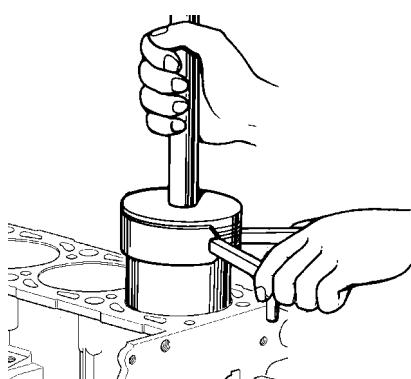

Рис. 4.64. Приспособление для установки поршня с кольцами в цилиндр
- наденьте на болты шатунов предохранительные латунные наконечники, сожмите кольца приспособлением (рис. 4.64) или, пользуясь конусным кольцом, вставьте поршень в цилиндр. Перед установкой поршня следует еще раз убедиться, что номера, выбитые на шатуне и его крышке, соответствуют порядковому номеру цилиндра, проверить правильность положения колец на поршне, поршня и шатуна в цилиндре;